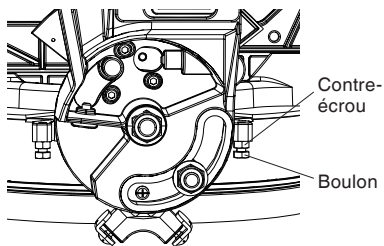

Fig. 16
- (2) Desserrer la poignée de verrouillage d'angle en biseau et incliner complètement vers la gauche le carter.
- (3) Au moyen d'une équerre combinée, confirmer si la lame est 45° par rapport à la table.
- (4) Pour ajuster, incliner le carter à 0°, desserrer le contre-écrou et tourner le boulon vers l'intérieur ou l'extérieur pour augmenter ou diminuer l'angle comme illustré sur la Fig. 16.
- (5) Incliner le carter en arrière vers la gauche et reconfirmer l'alignement.
- (6) Répéter les étapes jusqu'à ce que la lame soit à 45° par rapport à la table. Une fois l'alignement obtenu, serrer le contre-écrou et la poignée de verrouillage d'angle en biseau.